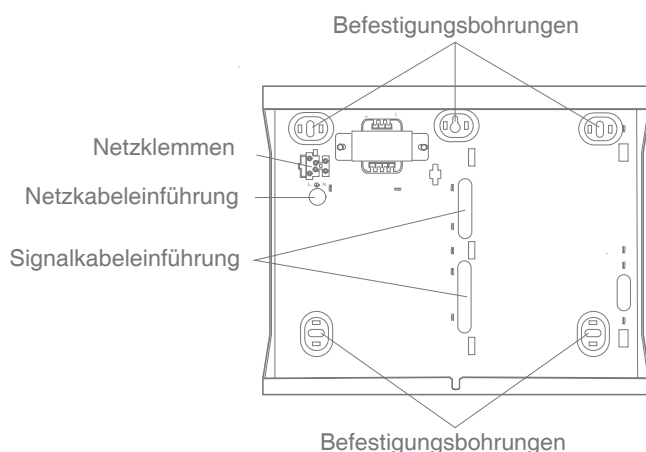

Abbildung 4: Befestigungsbohrungen und Kabeleinführungen
- Aufrecht an einer Wand (Ausrichtung wie in Abbildung 4) oder einer anderen ebenen Fläche, um Sabotageversuche von der Rückseite aus zu erschweren.
- Kabel müssen durch die dafür vorgesehenen Kabeldurchführungen (Abbildung 4) in das Gerät eingeführt werden.
Befestigen Sie das Gerät in der in Abbildung 4 gezeigten Ausrichtung mit mindestens 4 Befestigungsbohrungen und mindestens 50 mm langen Schrauben No 10 (5 mm).